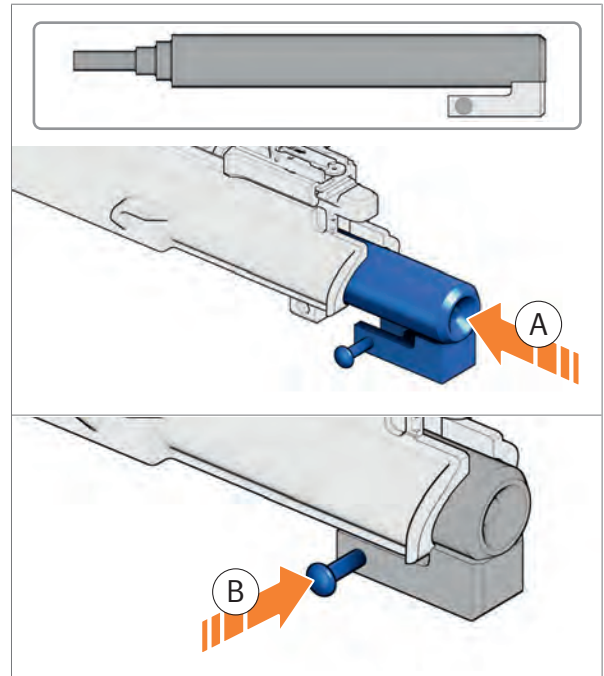

Abb. 104: Putzstockführung einsetzen
2. Putzstockführung in das Gehäuseoberteil einsetzen (Abb. 104).
3. Haltebolzen der Putzstockführung vollständig in das Gehäuseoberteil eindrücken (Abb. 104).